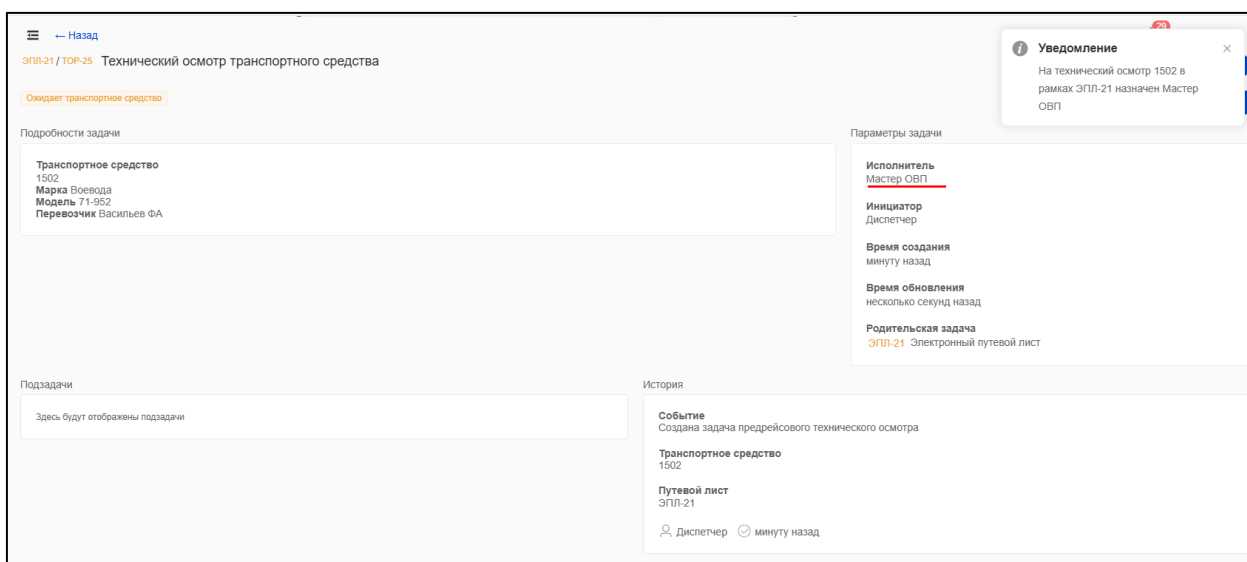

Рисунок 45 – Назначен ответственный за проведение техосмотра ТС
3) Ответственным исполнителем техосмотра в рамках ЭПЛ назначен текущий пользователь (Рисунок 45).